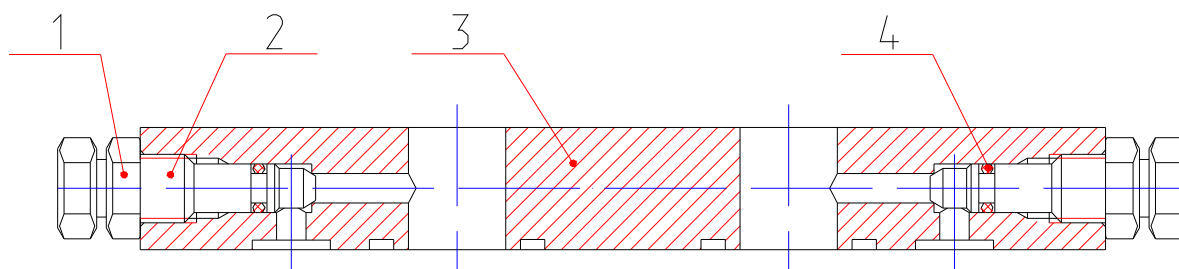

Рис. 55 Блок «плавающего» положения стрелы при буксировке
17. БЛОК «ПЛАВАЮЩЕГО» ПОЛОЖЕНИЯ СТРЕЛЫ ПРИ БУКСИРОВКЕ (рис. 55)